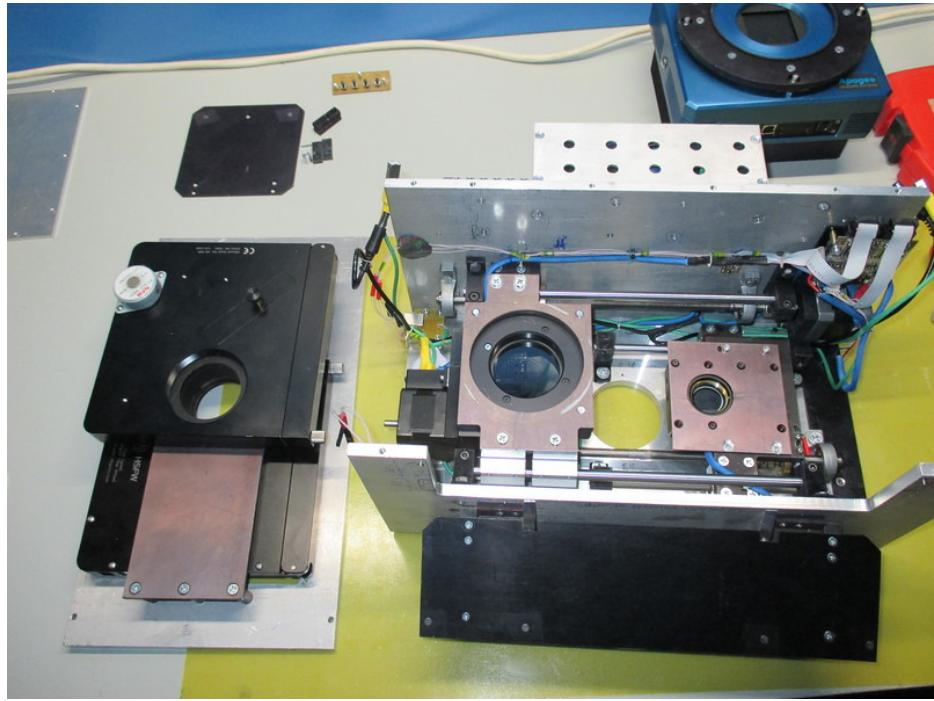

Рис. 16: Отделена панель с креплением турелей.
3. Отсоединить проводники USB и питания турелей, снять верхнюю плиту ММРР, на которой размещен узел крепления турелей (см. рис. 16).